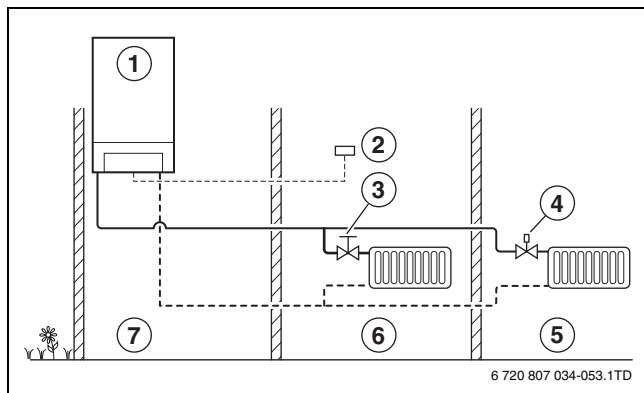

Fig. 23 Principe de régulation en fonction de la température ambiante
- Si la régulation est en fonction de la température ambiante, la température souhaitée dans 1 pièce est réglée par le module de commande qui y est installé (régulateur en fonction de la température ambiante). Pour assurer une bonne régulation de la température, les radiateurs doivent être équipés de vannes manuelles ou bien les vannes thermostatiques des radiateurs doivent être entièrement ouvertes (→ fig. 23).